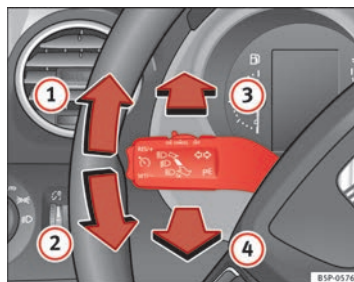

Fig. 77 Levier des clignotants et des feux de route
- Levez le levier jusqu'en butée ⇒ fig. 77 ① pour actionner les clignotants **droits** ou abaissez-le jusqu'en butée ② pour actionner les clignotants **gauches**.
- Si les feux de croisement sont allumés, poussez le levier vers le volant ⇒ fig. 77 ③ pour allumer les feux de route.
- Poussez le levier vers le volant ⇒ fig. 77 ④ pour allumer les feux de route.